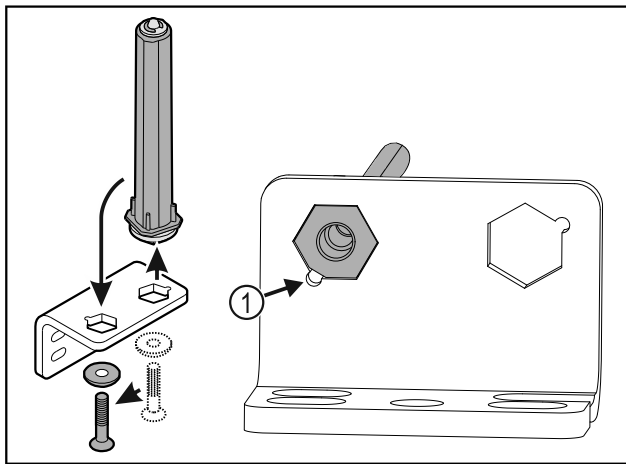

Fig. 25
- Darauf achten, dass beim Einsetzen die Bolzenabschrägung Fig. 25 (1) zum runden Loch zeigt.